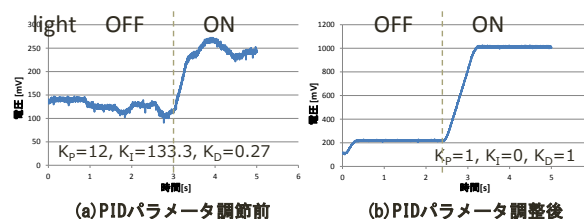

Fig.2 Experimental results for PID control
- (1) サーボモータの回転軸にポテンショメータを接続、モータ回転角の変化を電圧の変化として測定した。不適切な PID 制御パラメータ値ではサーボモータの応答が不安定だが(Fig.2(a))、パラメータを調整することで、スムーズなモータ回転制御を実現できることがわかった(Fig.2(b))。